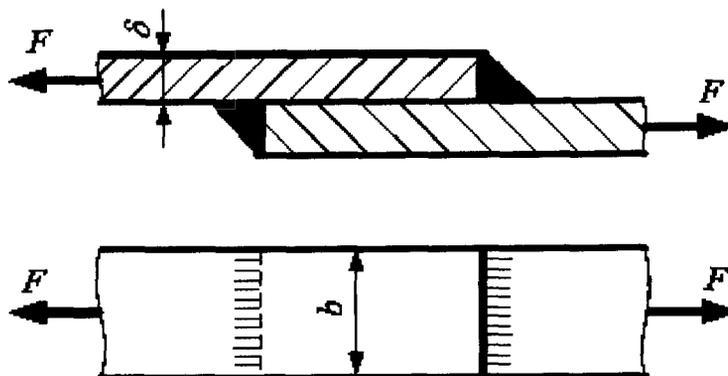

Рисунок 2 – Сварное соединение
– определить допускаемое растягивающее усилие для сварного соединения внахлестку, выполненного угловыми лобовыми швами (рис. 2), сварка ручная.